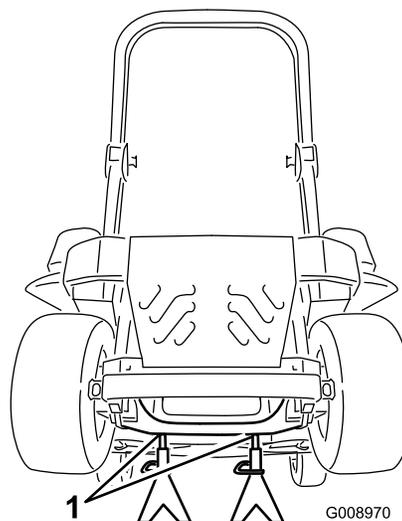

Figura 91
3. Sollevate la macchina e sostenetela su cavalletti (Figura 91).
9. Rimuovete i cavalletti metallici e abbassate la macchina (Figura 91).